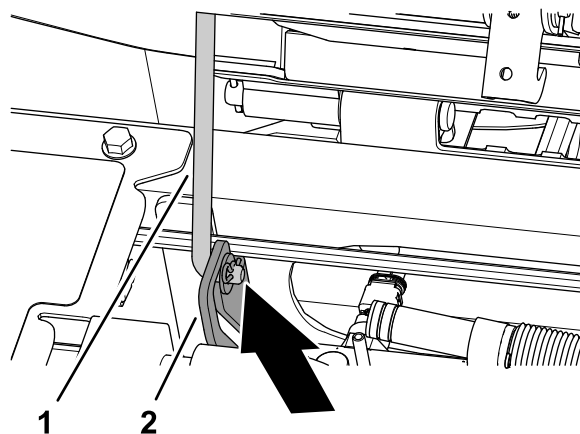

Figure 65
3. Veillez à engager la béquille du siège avant dans le cran de la fente de blocage de la plaque de guidage de la béquille (Figure 65).